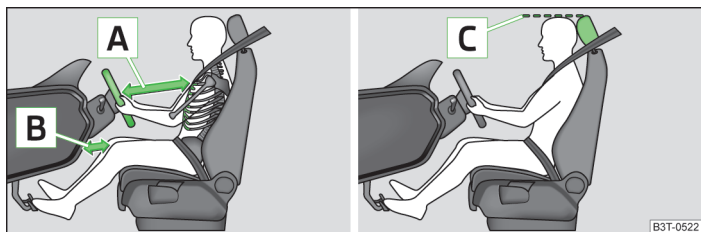

Fig. 125 Poziția corectă a șoferului / reglarea corectă a tetierei șoferului
- ▶ Reglați volanul astfel încât distanța dintre volan și torace să fie de cel puțin 25 cm **A** » fig. 125 și distanța dintre picioare și planșa de bord, în zona airbagului pentru genunchi, să fie de minim 10 cm **B**.
- ▶ Reglați tetiera astfel încât marginea superioară a tetierei să se afle, pe cât posibil, la aceeași înălțime cu partea superioară a capului dumneavoastră **B** » fig. 125 la pagina 142.